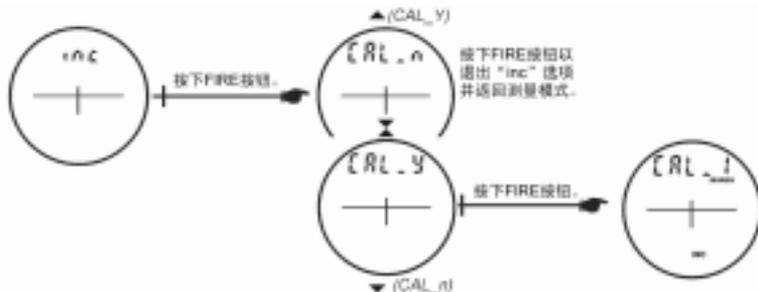

图14
3. 按下以选择“inc”选项。“CAL_n”字样出现在主显示区，该显示内容看上去应类似于图14（见下页）。